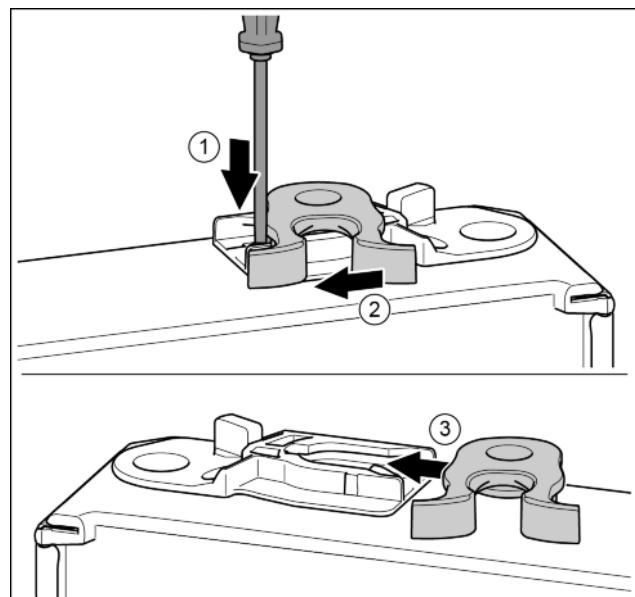

Fig. 16
- За допомогою шліцевої викрутки притисніть уніз накладку. Fig. 16 (1)
- Витягніть із напрямної запірний гачок. Fig. 16 (2)
- Вставте запірний гачок у напрямну з іншого боку. Fig. 16 (3)